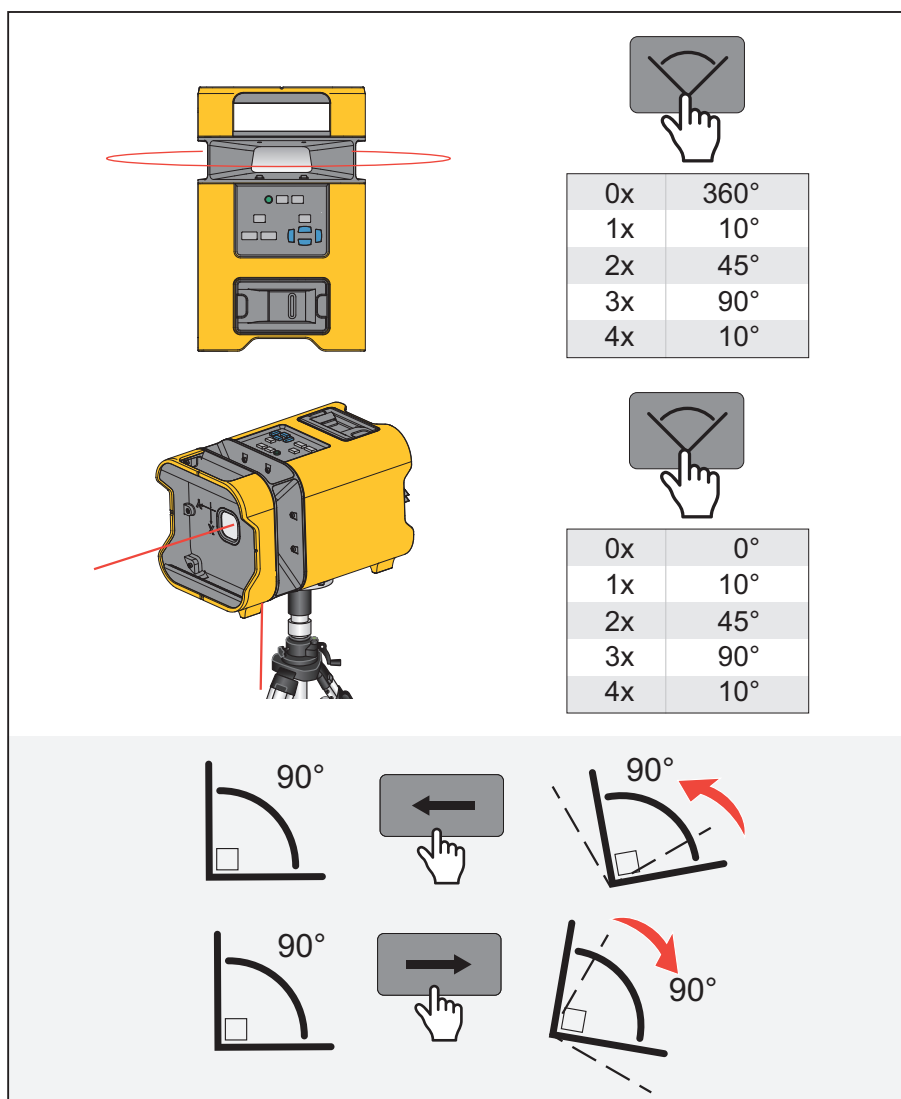

Figura 4. Modalità di scansione
1. Premere  per attivare la modalità di scansione e impostare la lunghezza d'arco. La figura 4 illustra quante volte premere  per scorrere tra le possibili lunghezze d'arco.